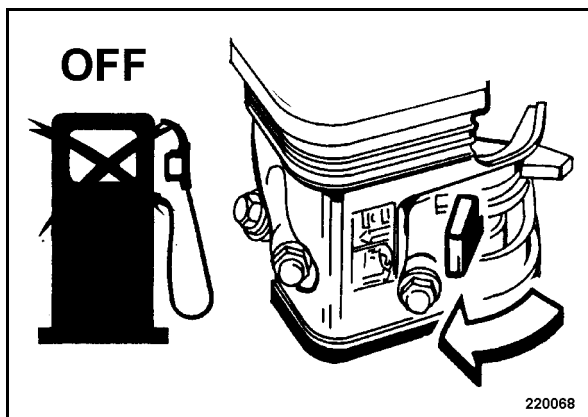

рис. 30
- Закрывать топливный кран (рис. 30) в направлении стрелки.